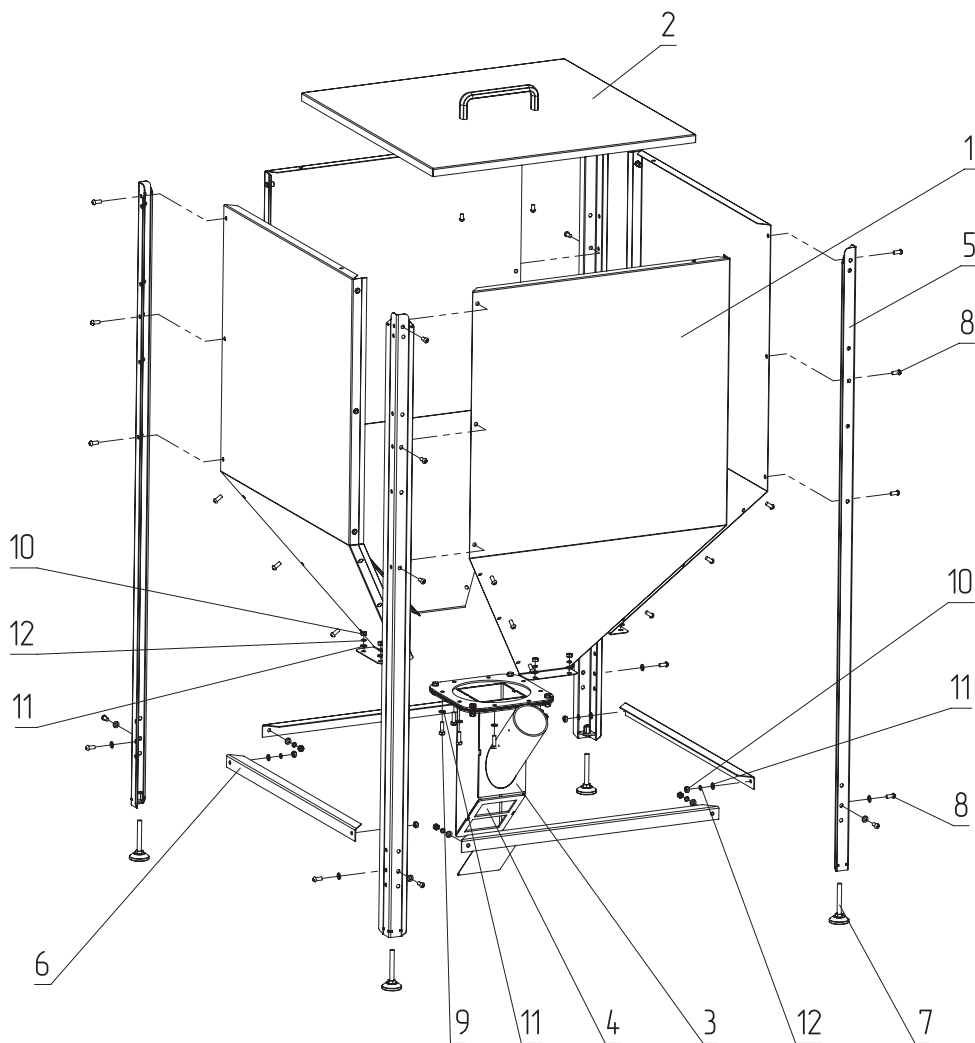

Рис.9 Порядок сборки топливного бункера
- Скрепите четыре стенки бункера (**Рис.9, поз.1**) и ножки бункера (**Рис.9, поз.5**) друг с другом с помощью винтов (**Рис.9, поз.8**);
- Прикрутите приемную горловину (**Рис.9, поз.3**) к бункеру в следующей последовательности:
1. Болт (**Рис.9, поз.9**);
2. Шайба (**Рис.9, поз.11**);
4. Шайба (**Рис.9, поз.11**);
5. Пружинная шайба (**Рис.9, поз.12**);
6. Гайка (**Рис.9, поз.10**);
- Скрепите ножки бункера поперечными перекладинами (**Рис.9, поз.6**) между собой в следующей последовательности: винт (**Рис.9, поз.8**), шайба (**Рис.9, поз.11**), ножка бункера, поперечная перекладина (**Рис.9, поз.6**), шайба (**Рис.9, поз.11**), пружинная шайба (**Рис.9, поз.12**), гайка (**Рис.9, поз.10**).
- Вкрутите регулировочные болты ножек (**Рис.9, поз.7**) и переверните топливный бункер, установив его на ножки;
- Отрегулируйте длину каждой ножки с помощью регулировочных болтов (**Рис.9, поз.7**), чтобы бункер устойчиво стоял на поверхности в месте его установки;
- Установите люк прочистки (**Рис.9, поз.4**) и крышку бункера (**Рис.9, поз.2**) на место.